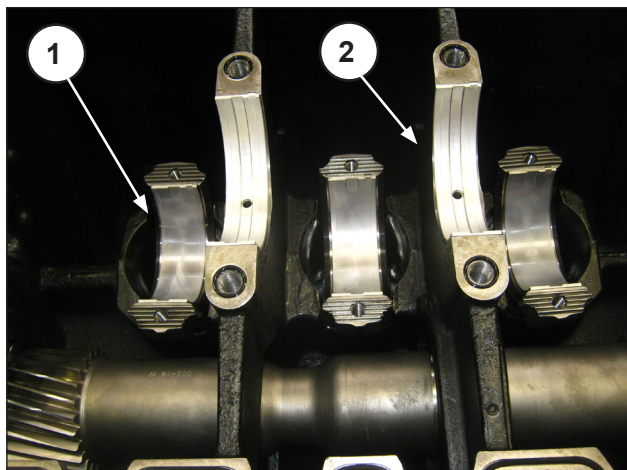

Fig. 95
Colocar los semicojinetes en las tres semibielas y en los soportes de bancada del cárter delantero (Fig. 95 pos. ①, ②). Colocar los tres grupos con la cabeza de biela en la pared de los cilindros.
Para evitar el riesgo de inversión de los semicojinetes, respetar escrupulosamente las instrucciones de la imagen anterior (Fig. 95). En concreto, los semicojinetes de biela no tienen hueco en el vástago (pos. ①) mientras que los de bancada tienen hueco y un orificio de lubricación (pos. ②). Antes de montar el eje acodado comprobar que los semicojinetes estén en la posición correcta.